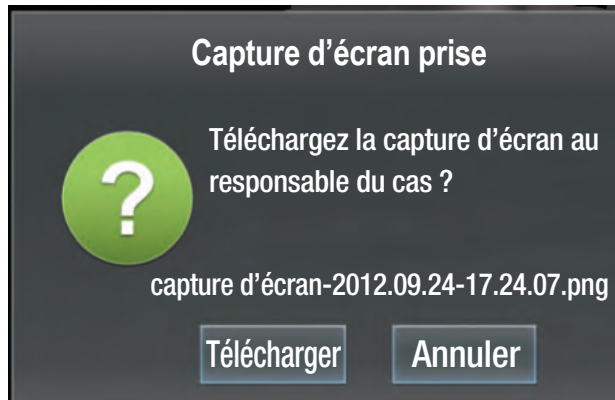

Figure 12. Capture d'écran prise
- Appuyer sur le bouton Capture d'écran pour faire une capture d'écran. (Figure 11, H). Le message de la figure 12 apparaîtra.